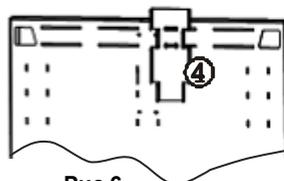
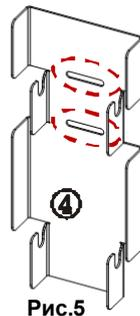

Рис.6
Рис.5
Закрепить кронштейн (4) через горизонтальные отверстия, рис.5, на стену дюбелями 8×50 и саморезами 4,8×50, или на заднюю стенку стола винтами М 5×16, шайбами 5, гайками М 5, рис.6.